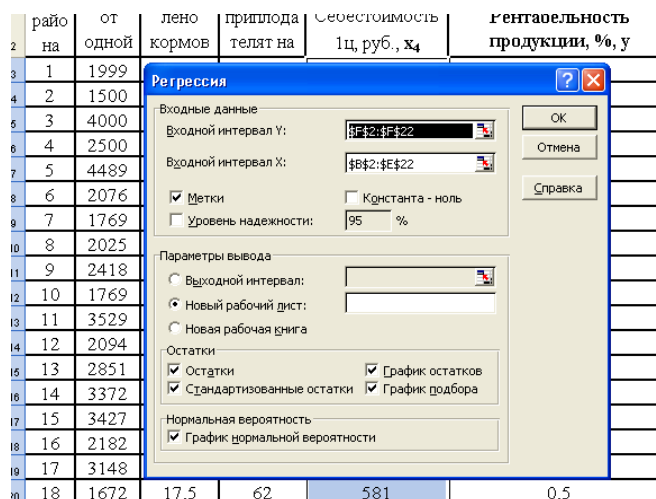

Рис.4. Диалоговое окно Регрессия подготовлено к выполнению анализа данных
3. в диалоговом окне Регрессия в поле «Входной интервал Y» введите адрес одного диапазона ячеек, который представляет зависимую переменную. В поле «Входной интервал X» введите адреса одного или нескольких диапазонов, которые содержат значения независимых переменных (рис.4);